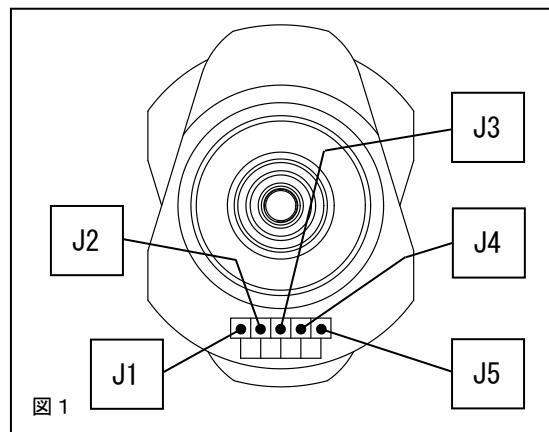
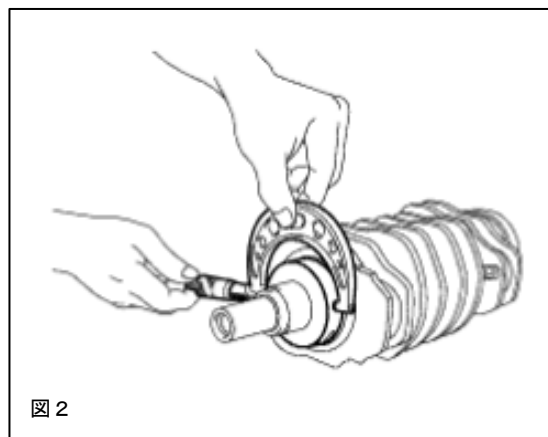
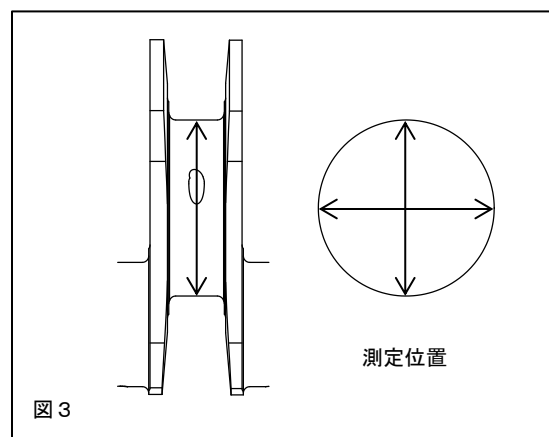

図1
図2
図3
2. 1 クランクジャーナル外径は、図1を参照してフロントウエイト側面に記入してあるジャーナル外径の分類記号（上段）を確認するか、マイクロメータを用いて測定してください。オイルクリアランスの計算には大きい方の値を使用します。（図2、図3）